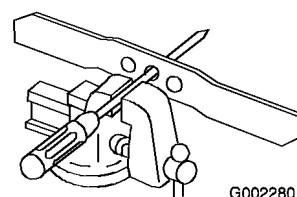

Bild 27
1. Prüfen Sie die Wucht des Messers, indem Sie das mittlere Loch im Messer über einen Nagel oder einen Schraubenzieherschaft hängen, den Sie horizontal in einen Schraubstock einklemmen (Bild 27).